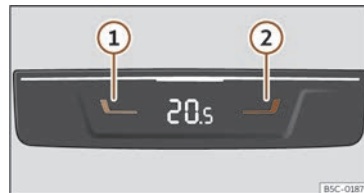

Fig. 115 Dans la partie arrière de la console centrale : commandes pour la banquette arrière.
- Appuyez sur les touches ① et ② >>> fig. 115 pour régler la température de la zone arrière.